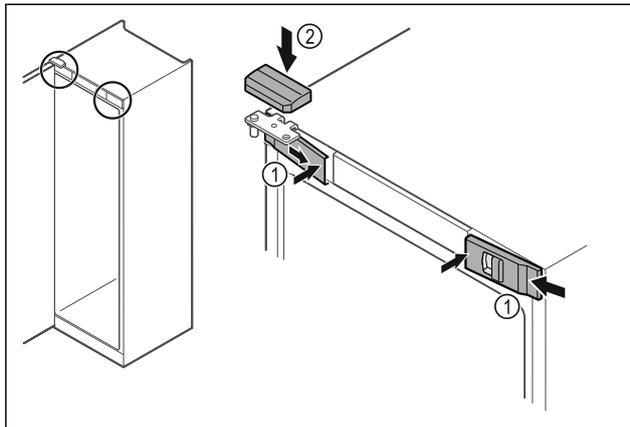

Fig. 48 \*
- ▶ Zaháknite predné kryty Fig. 48 (1) naboku a zaistite ich vnútri.\*
- ▶ Zaistite horný kryt Fig. 48 (2) zhora.\*